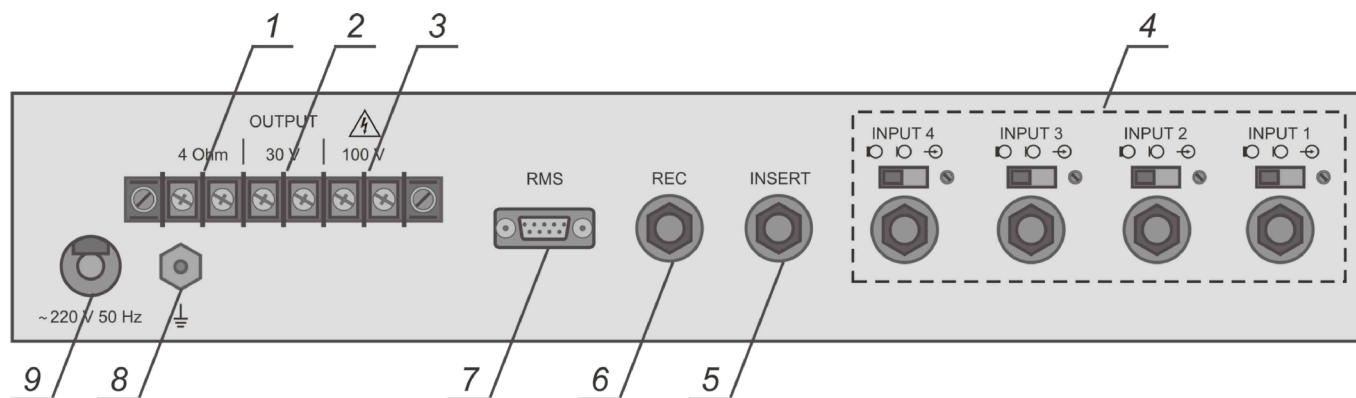

Рисунок 2
7.2 Размещение органов управления и индикации на задней панели усилителя приведены на рис. 2.